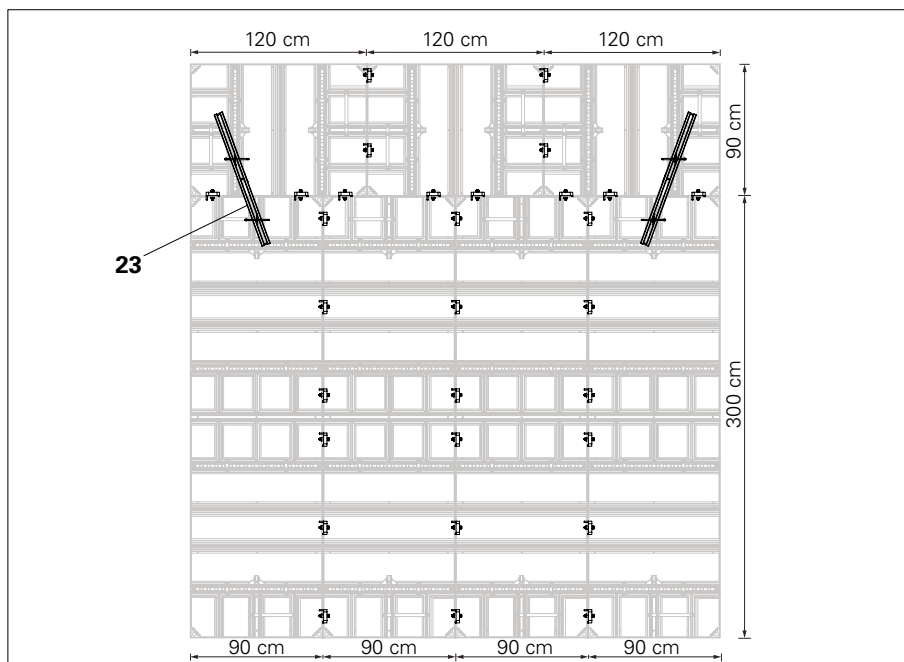

Fig. C6.02
Altezza raffigurata = 390 cm (Fig. C6.02)
Se non è necessario il preassemblaggio per l'estensione in altezza, è possibile seguire un andamento come illustrato nella Fig. C6.02 per l'allineamento verticale per mezzo di traverso di compensazione HSA 95 (23).